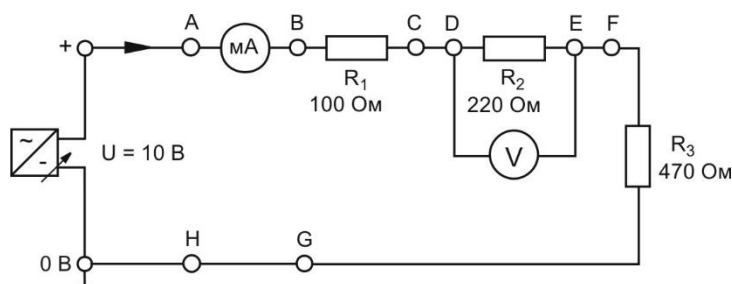

Рисунок 1 - Последовательное соединение резисторов
2. Собрать схему, согласно рис.1